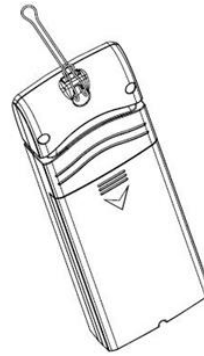

Abb. 7
2. Hängen Sie den Fernbedienungssensor an einer Schnurr auf. (s. Abbildung 7)